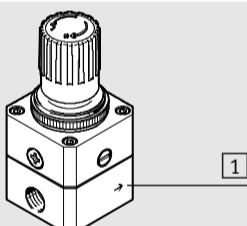

Fig. 1 / Bild 1
- Beakta flödesriktningen från 1 till 2. Pilen **1** på produktens hus fungerar som orientering (→ Bild 1).